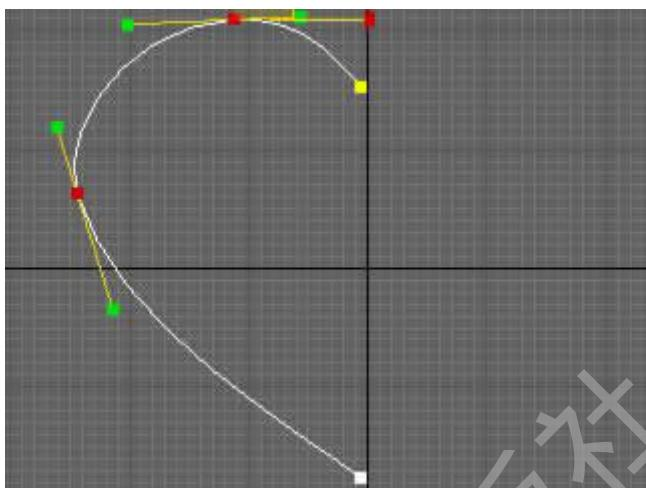

图 2-36 修改顶点类型
Step 2. 进入顶点级别, 选中两个拐角出的顶点, 右键在弹出的对话框中选择 Bezier 类型, 通过调节 Bezier 滑竿实现平滑的效果, 如图 2-36 示。